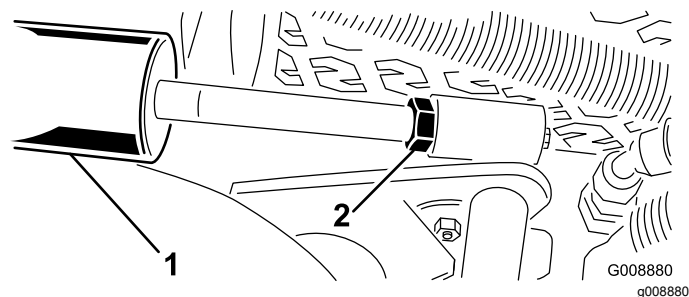

Рисунок 15
- А. Опустите режущие блоки и ослабьте затяжку контргайки на цилиндре (Рисунок 15).